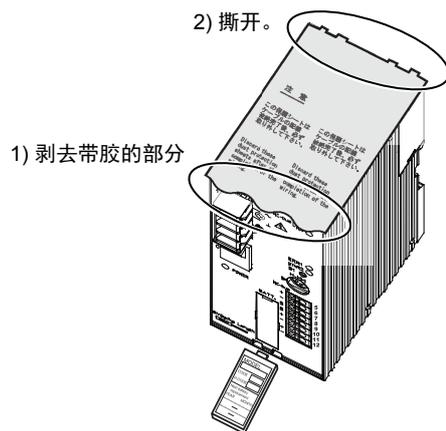

图10 保护胶条
- 接通电源之前，应剥去贴在产品上面的保护用胶条（参见图10、12）。